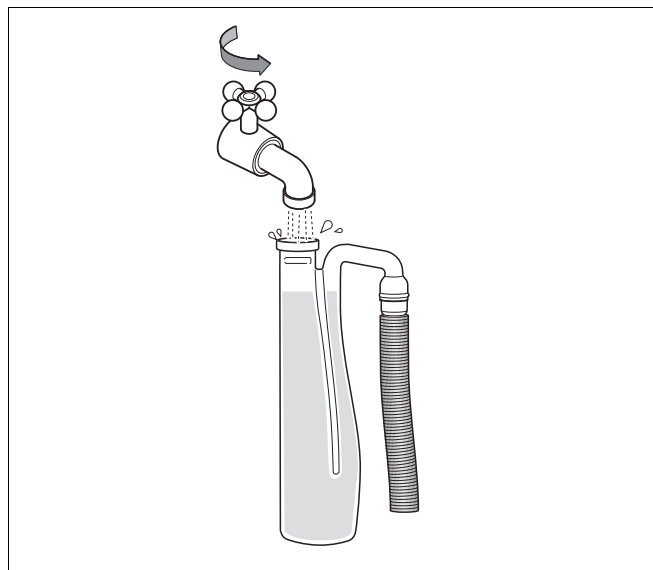

Bild 72 Fylla sifonen med vatten
- Fyll sifonen med ca en liter vatten (bild 72) och montera på den igen.